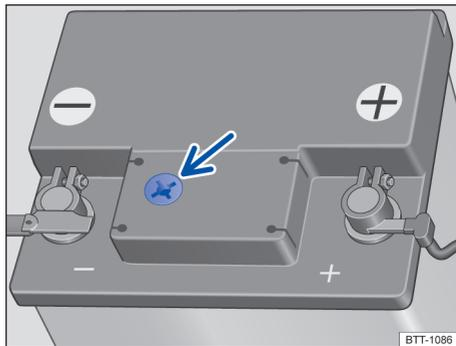

Fig. 221 Olho mágico na parte superior da bateria 12 V (representação esquemática).
- Procure dispor de boa iluminação para poder distinguir bem o indicador de cor no olho mágico redondo na parte superior da bateria 12 V → **Fig. 221** (seta). Nunca utilize uma chama exposta ou objetos incandescentes para iluminar.